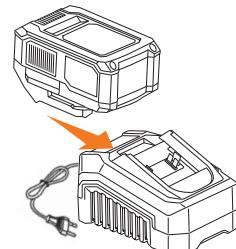

Рис. 2
- Подключите аккумулятор к зарядному устройству. Индикатор на зарядном устройстве засияет зеленым светом, и начнется процесс зарядки (Рис. 2).